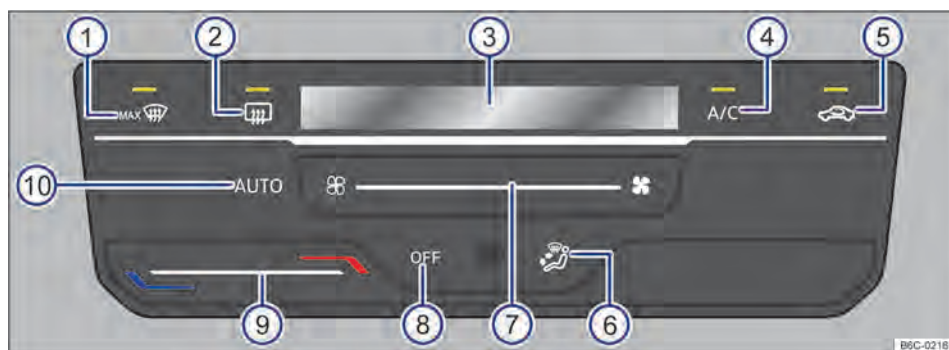
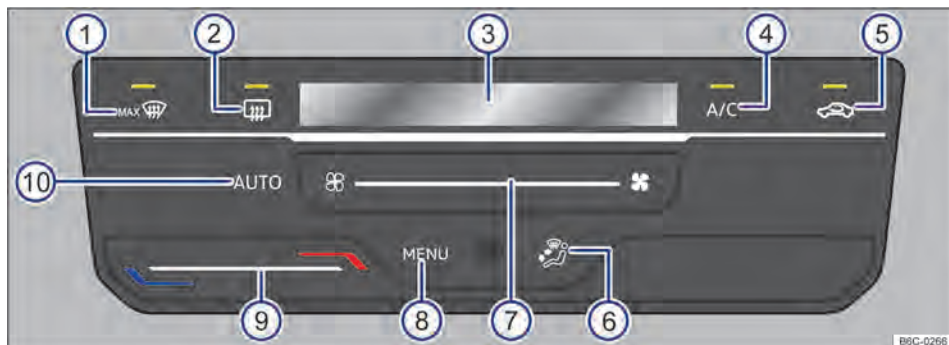

Fig. 81 Comandos do Climatronic (variante 1).
Fig. 82 Comandos do Climatronic (variante 2)
- Tocar na superfície de função **OFF** / → Fig. 81 ⑧.
- **OU** Deslizar o dedo para a esquerda sob a superfície de função → Fig. 82 ⑦, depois pressionar o botão da extremidade esquerda.
Ao tocar na superfície de função **AUTO** → Fig. 81 ⑩ é possível ligar o modo automático do Climatronic.
O modo automático garante temperaturas constantes no interior do veículo. A temperatura do ar, o volume de ar e a distribuição de ar são regulados automaticamente. O funcionamento automático se desliga quando a ventilação é alterada manualmente → Fig. 81 ou → Fig. 82 ⑦ ou com a alteração da distribuição de ar através da superfície de função → Fig. 81 ou → Fig. 82 ⑥.
- Tocar na superfície de função **A/C** → Fig. 81 ou → Fig. 82 ④ para ligar e desligar o funcionamento da refrigeração.
- Deslizar o dedo sob a superfície de função → Fig. 81 ou → Fig. 82 ⑨.
No display do Climatronic → Fig. 81 ou → Fig. 82 ③ é indicada a temperatura ajustada.
- Deslizar o dedo sob a superfície de função → Fig. 81, → Fig. 82 ⑦.
- Tocar na superfície de função → Fig. 81 ou → Fig. 82 ⑤.
- Tocar na superfície de função → Fig. 81 ou → Fig. 82 ⑥ para posição desejada, a distribuição selecionada será indicada no display ③.
- Tocar na superfície de função **MAX** → Fig. 81 ou → Fig. 82 ①.
- Tocar na superfície de função  → Fig. 81 ou → Fig. 82 ②.
→ Fig. 82 ⑧ para abrir o menu do ar-condicionado no rádio.